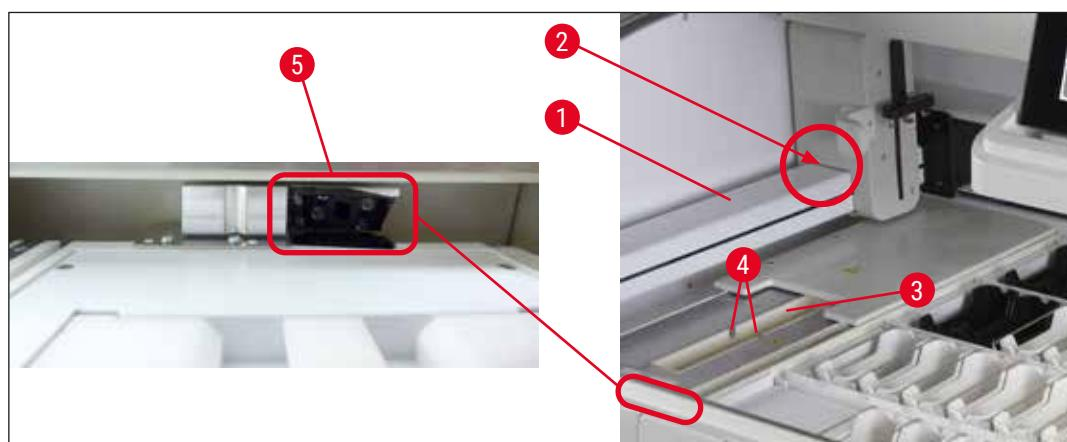

Fig. 95
- Când utilizați cititorul de coduri de bare optional, abraziunea de pe stativele de lame se poate acumula în și în jurul contorului de lame (→ "Fig. 95"). Prin urmare, aceste zone trebuie verificate cu atenție de către utilizator în timpul configurării zilnice a instrumentului și, dacă este necesar, curățate cu un aspirator. Nu se recomandă curățarea cu cârpă pentru a evita răspândirea particulelor în alte zone critice ale instrumentului.